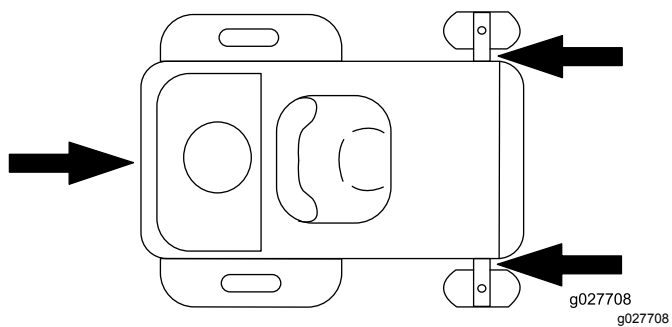

Figura 40
6. Ancorate la macchina accanto alle ruote orientabili anteriori e al paraurti posteriore con cinghie, catene, cavi o corde (Figura 40). Fate riferimento ai regolamenti locali per i requisiti di ancoraggio.